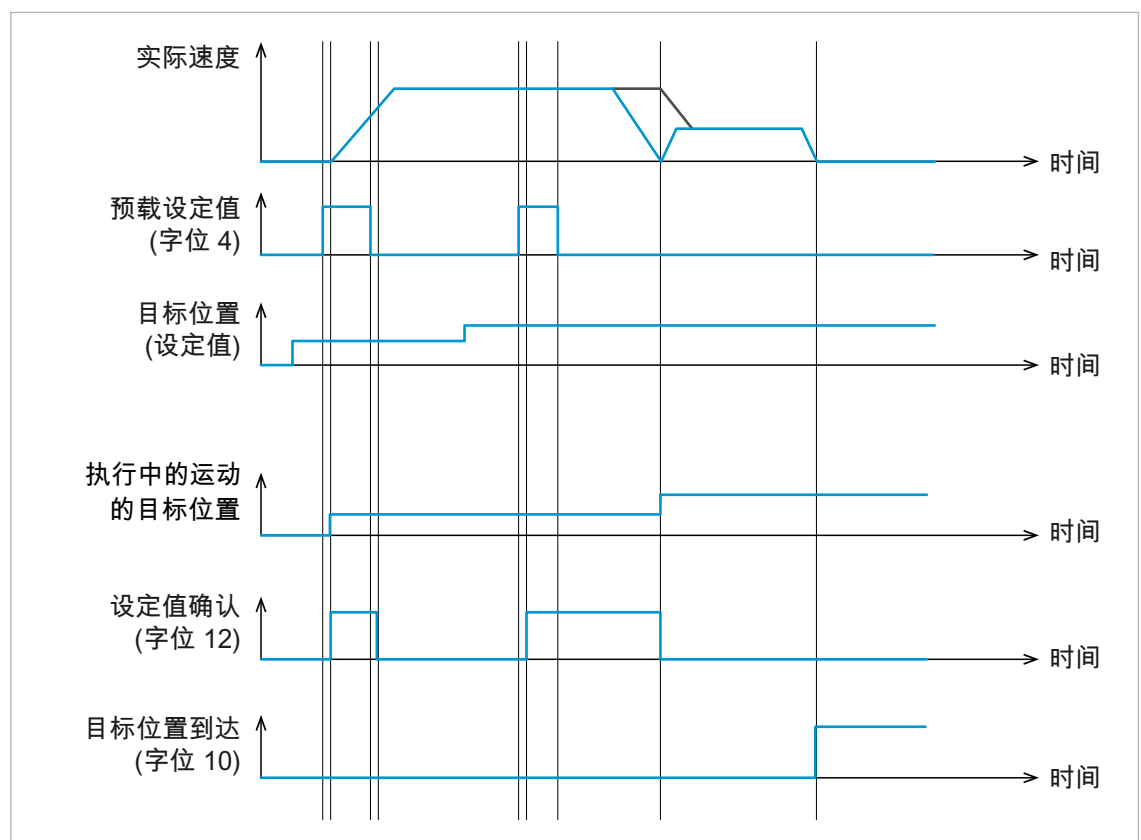

图 29: 运动交接过程示意图
- 控制字字位 9（运动交接方式）决定了两段运动之间的动态衔接方式（参见图 29）：